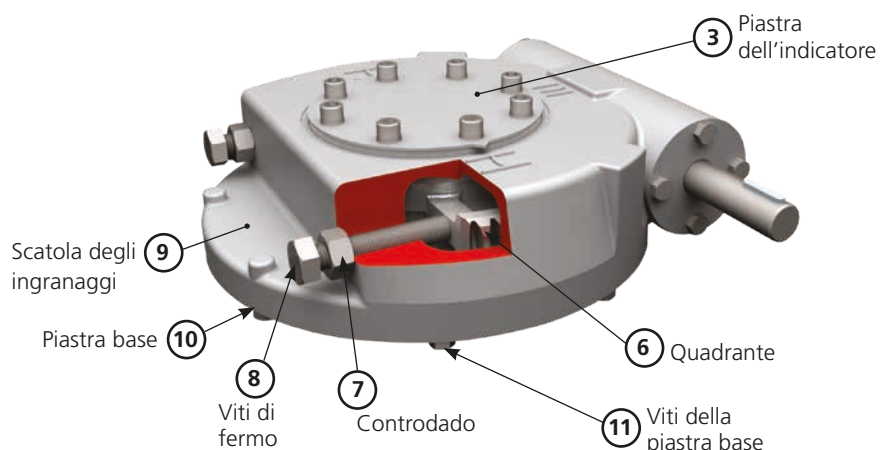

Figura 6 – Impostazione dei bulloni di fermo
Chiudere la valvola, utilizzando l'attuatore laddove applicabile. Facendo riferimento alla Figura 6, utilizzare il puntatore della piastra dell'indicatore (3) per determinare la posizione.